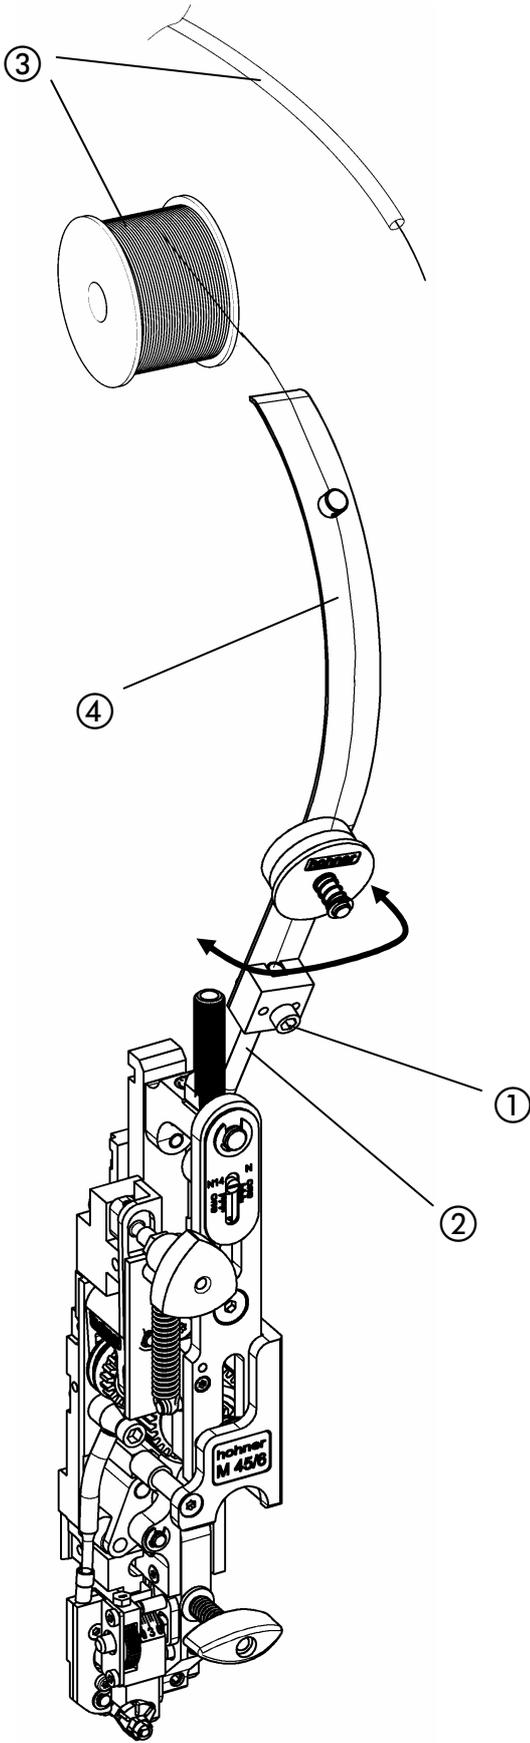

Abb. 5
- Abb. 5 -
- Schraube ① lösen und Drahtbügel ④ auf Drahtführungsrohr ② aufsetzen.
- Drahtbügel ④ zu Drahtrolle bzw. Drahtzuführungsschlauch ③ ausrichten, um eine einwandfreie Drahtführung zu gewährleisten.
- Durch Festziehen der Schraube ① Drahtbügel ④ fixieren.